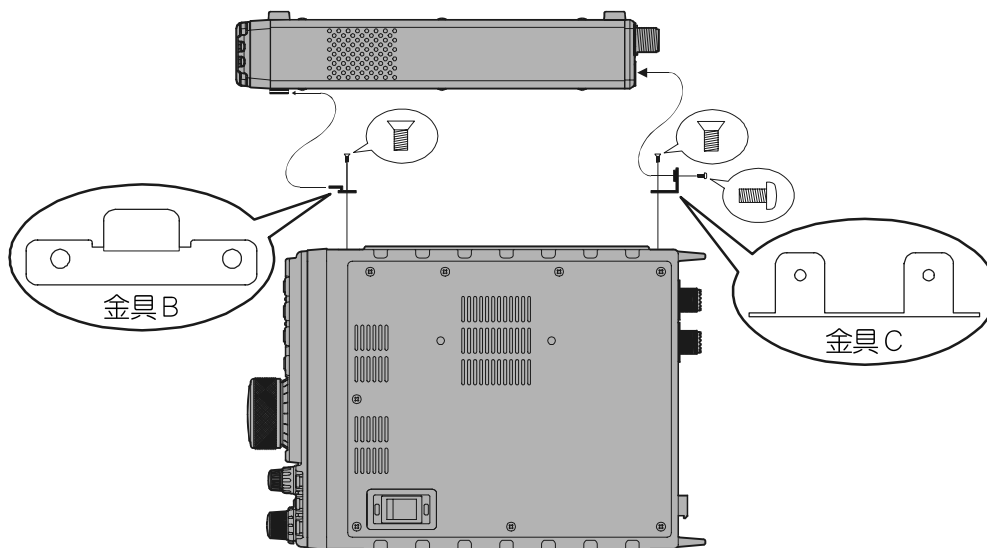

図 3
3. 外したゴム足の箇所、付属のビス () を使用して、取付金具 B と C を取り付けます (図 3 参照) .
4. FT-897D の取付金具 B の凸部を、FC-30 の取付金具 A に差し込むように取り付け、付属のビス () で金具 C と FC-30 を固定します (図 3 参照) .